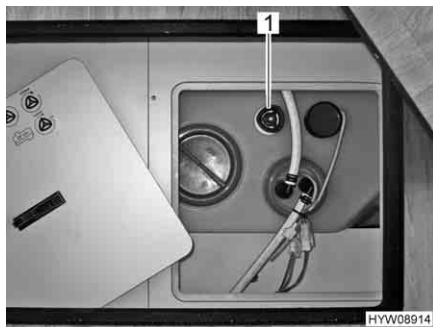

Fig. 169 Maniglia girevole (serbatoio dell'acqua)
- Sul serbatoio dell'acqua, ruotare la maniglia girevole (Fig. 169,1) in senso orario fino all'arresto.
- Sul serbatoio dell'acqua, ruotare la maniglia girevole (Fig. 169,1) in senso antiorario fino all'arresto (rotazione di circa 3/4). L'acqua fuoriesce fino a ca. 20 litri.
- Sul serbatoio dell'acqua ruotare la maniglia girevole (Fig. 169,1) in senso antiorario, oltre la resistenza verso l'esterno fino all'arresto (circa 2 giri), per aprire completamente l'apertura di scarico.